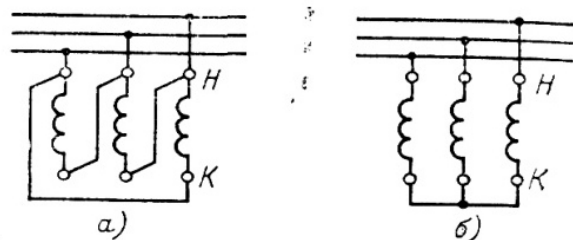

Рис. 11-4.
3. Определить схемы соединения обмоток трехфазных трансформаторов на рис.11-4, а и б.